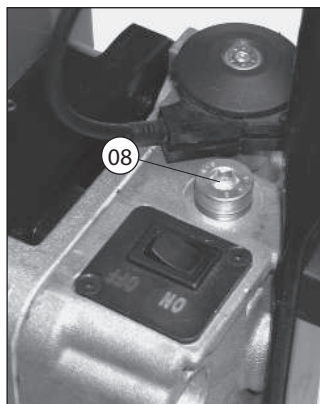

FIG. 26a
Después de las primeras 10 horas de funcionamiento realizar el cambio de aceite del cárter operando de la manera siguiente (Ref. a Fig. 26a y 26b):
13.1.1) Rellenado de aceite (Ref. a Fig. 26a e 26b)